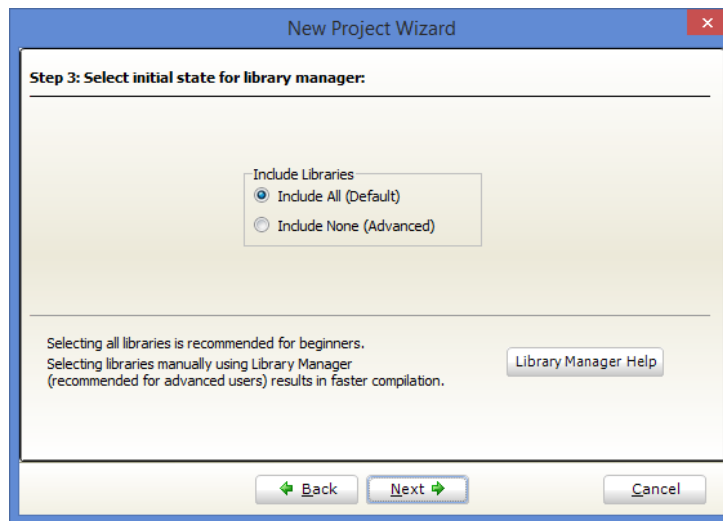

Figura 7: 9º Passo.
- **9º Passo:** Em seguida é exibida uma tela, como a mostrada na Figura 7. Um arquivo de projeto escrito em linguagem “.c” pode utilizar diversas funções já prontas e que são disponibilizadas em forma de bibliotecas. Para que o usuário não tenha que adicionar manualmente cada uma das bibliotecas que implementam as funções utilizadas no código, deve-se selecionar a opção “Include All (Default)”. Em seguida deve-se clicar no botão “Next”.